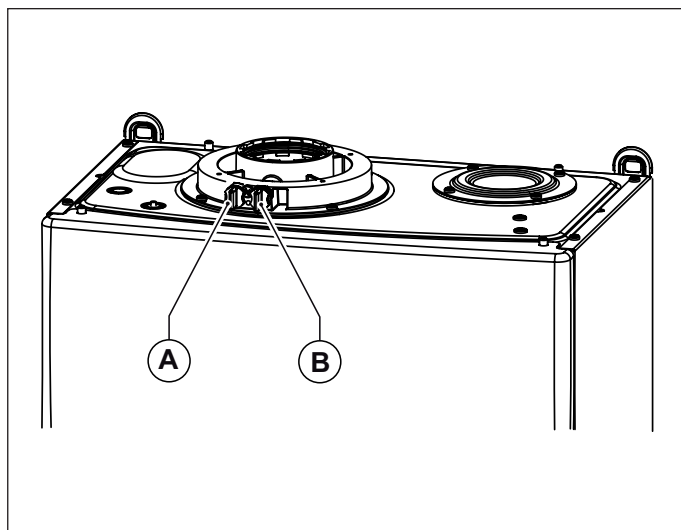
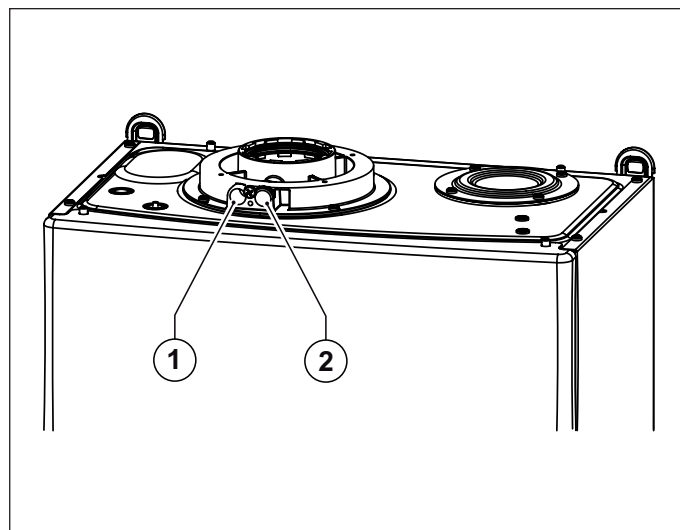

Fig. 13 Posizione tappi
Fig. 14 Posizione fori
La caldaia è provvista di una torretta per il collegamento della tubazioni di aspirazioni aria/scarico fumi (vedi Fig. 13 Posizione tappi e Fig. 14 Posizione fori). Nella torretta sono stati predisposti dei fori per l'accesso diretto all'aria comburente ed allo scarico dei fumi (vedi Fig. 14 Posizione fori).
Prima di effettuare le misurazioni togliere i tappi **A** e **B** dai fori predisposti sulla torretta (vedi Fig. 13 Posizione tappi).
- misura dell'aria comburente prelevata nell'apposito foro **1** (vedi Fig. 13 Posizione tappi).
- misura della temperatura fumi e della CO2 prelevata nell'apposito foro **2** (vedi Fig. 14 Posizione fori).